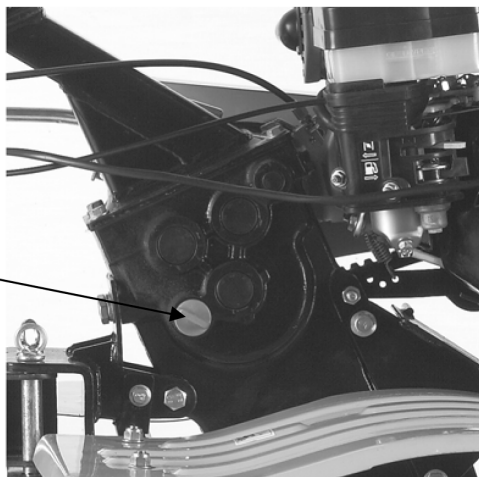

Рис. 23
2. Открутите пробку маслозаливной горловины редуктора (рис. 23)